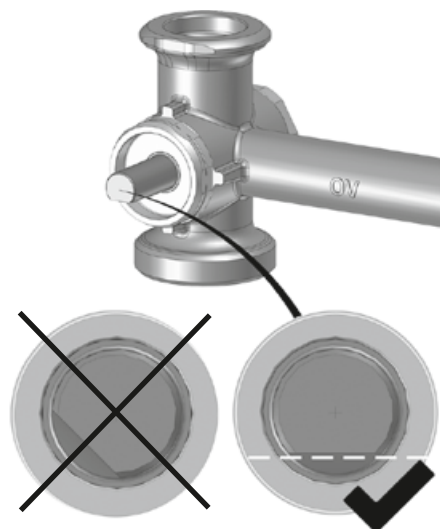

Fig. 22
7. Posizionare l'attuatore sull'adattatore (3) e spingerlo sulla valvola miscelatrice a tre vie fino ad innesto, udibile con un click. Utilizzare come guida le scanalature anti-torsione presenti sul corpo valvola (fig. 22).